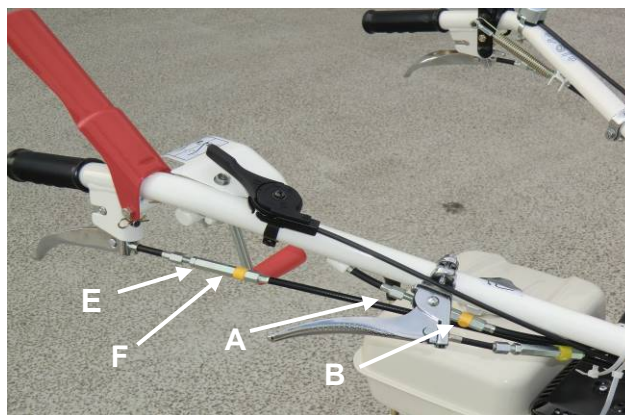

Figure 19
- Si la lame ne s'arrête pas lorsque le levier de lame est relâché, réglez le câble de tension comme suit : dévissez la vis de blocage (A, Figure 19) et dévissez l'écrou (B, Figure 19). Essayez à nouveau la machine. Effectuez à nouveau le réglage si nécessaire. Lorsque le réglage est effectué, vissez la vis de blocage (A, Figure 19) sur l'écrou (B, Figure 19).
- Si la lame ne bouge pas lorsque vous appuyez sur le levier de transmission, réglez le câble de tension comme suit : dévissez la vis de blocage (A, Figure 19), puis vissez l'écrou (B, Figure 19). Essayez à nouveau la machine. Effectuez à nouveau le réglage si nécessaire. Lorsque le réglage est effectué, vissez la vis de blocage (A, Figure 19) sur l'écrou (B, Figure 19).